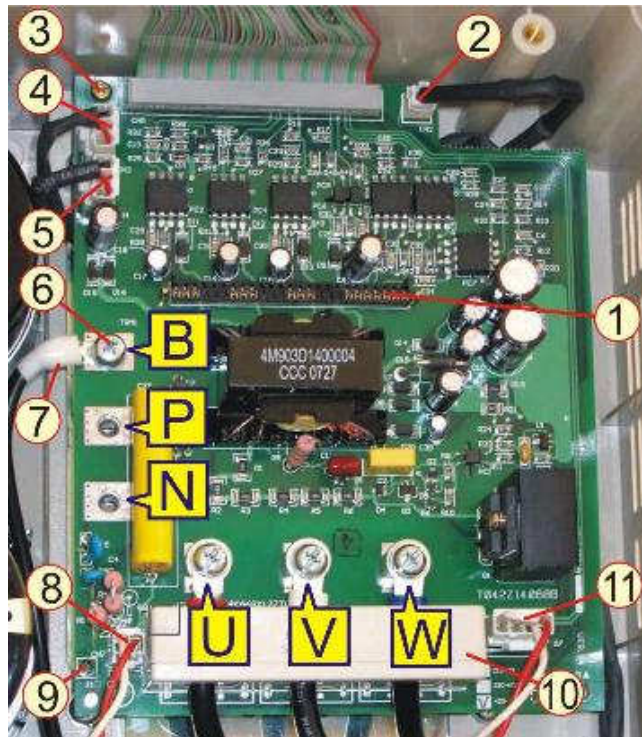
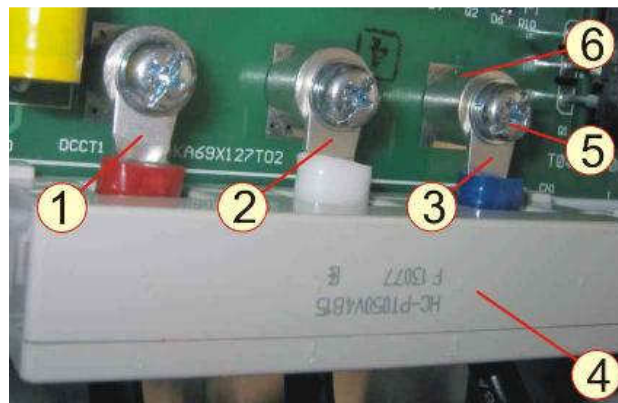

Рис.7.16
Рис.7.17
**7.7.5** Соединить розетку жгута «1» с вилкой CN7 на плате драйверов (рис.7.16).
**7.10.1** Взять плату драйверов, продеть через окна блока 10 датчиков тока (рис.7.16) наконечники 1, 2, 3 проводов U, V, W (рис.7.17). Установить плату над IGBT модулем, совместив отверстия в плате по сторонам розетки 1 (рис.7.16) с направляющими штифтами модуля и нажав на розетку до упора платы в IGBT модуль.
**7.10.2** Вкрутить самонарезающий винт 3 (рис.7.16).
**7.10.3** Соединить разъемы CN1 – CN4, CN7 в соответствии с табл.7.4 и рис.7.16.
**7.10.4** Закрепить на площадке В платы наконечник 7 винтом 6 (рис.7.16, табл.7.4).
**7.10.5** Закрепить на площадках U, V, W платы наконечники 1, 2, 3 тремя винтами 5, подложив под наконечники втулки 6 (рис.7.17).